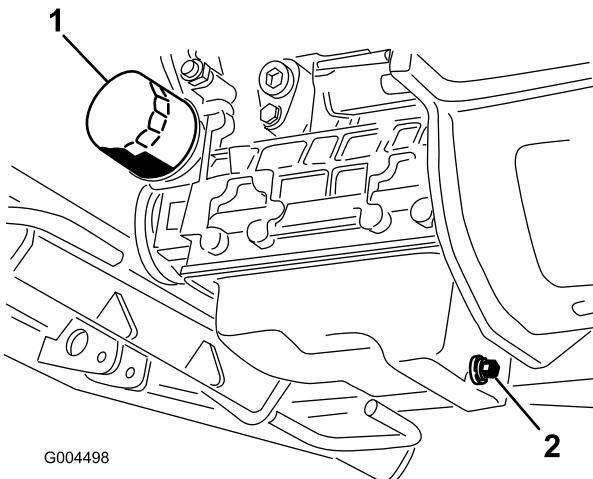

Figura 47
3. Coloque um recipiente de drenagem debaixo do recipiente do óleo e alinhe-o com o tampão de escoamento (Figura 47).
6. Retire e substitua o filtro do óleo (Figura 47).